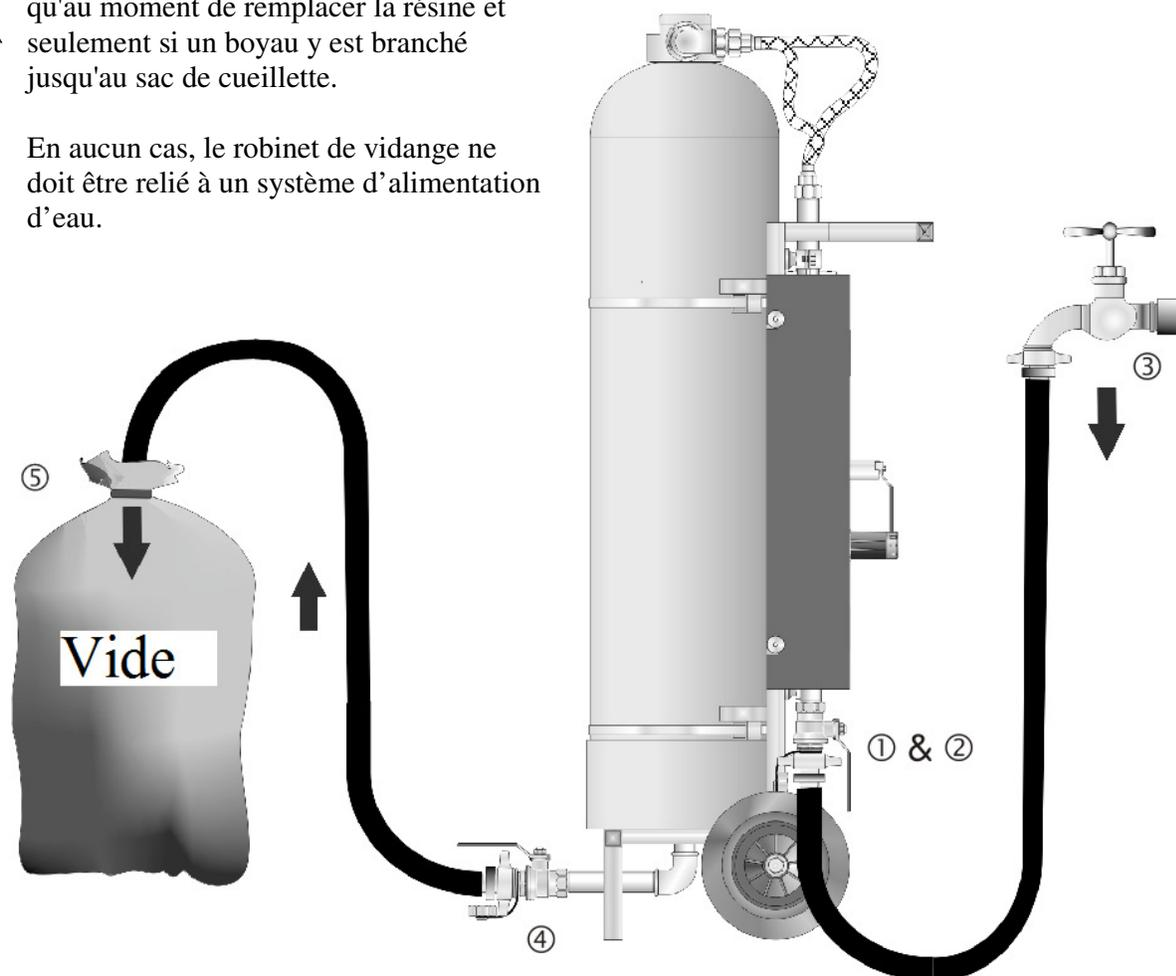

Figure 4 – Vidange de la résine épuisée
a) Vidange de la résine épuisée (figure 4)